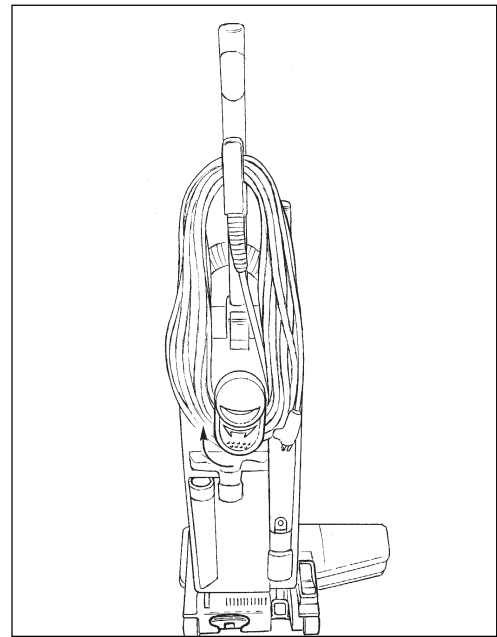

Figura 14
1. Retire el cable de energía de los ganchos de almacenamiento del cable rotando el gancho del cable inferior 180° (Consulte la figura 14).